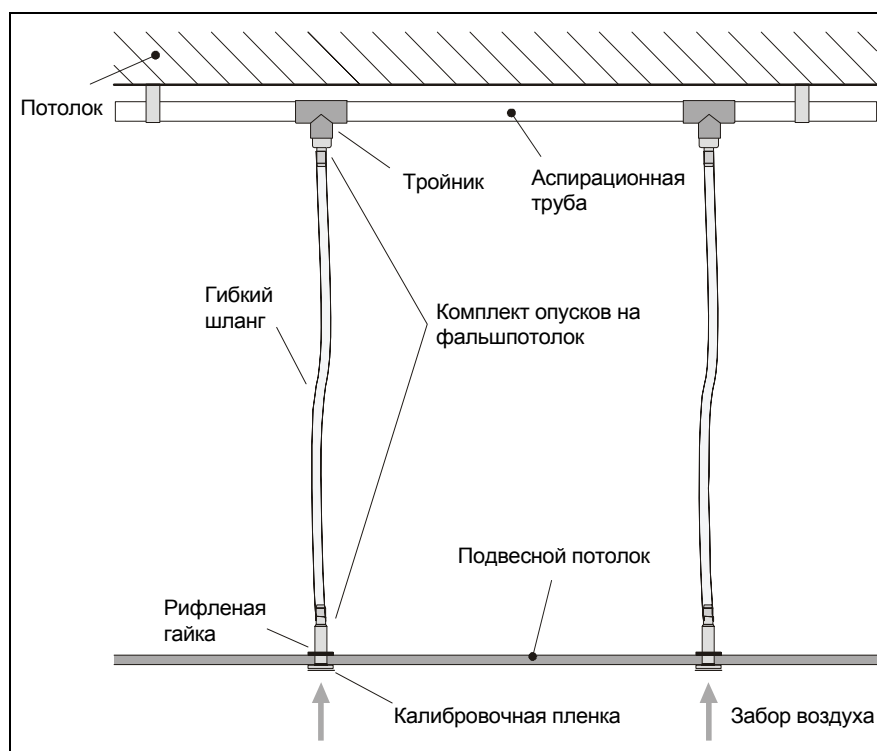

Рис. 2.15: Потолочные каналы для подвесных потолков
**Эстетика** В случае, если необходим скрытый монтаж системы труб, он осуществляется за подвесным потолком. Для этого используются специальные комплекты опусков. Они дополнительно оснащаются калибровочной пленкой с определенным диаметром отверстия в соответствии с проектом (см. главу 4 «Проектирование») и соединяются гибкими шлангами с системой труб (см. рис. 2.15).